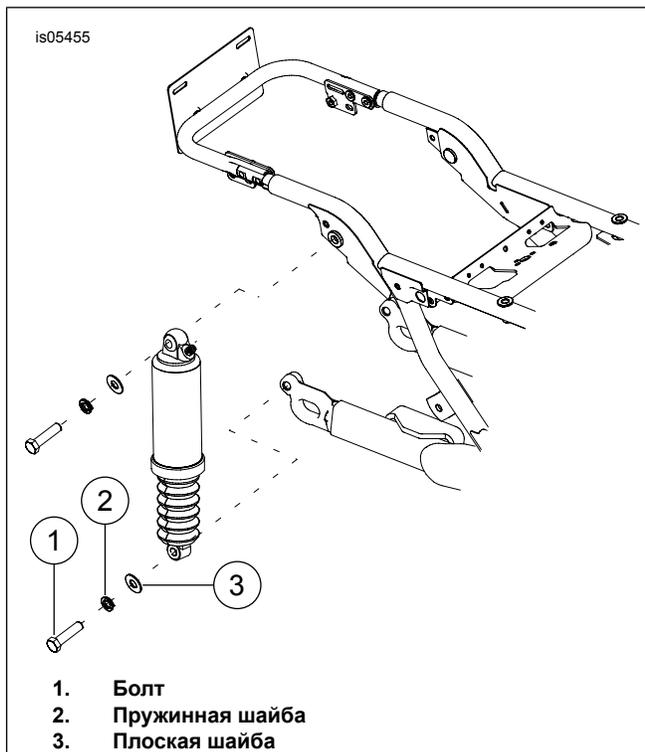

Рисунок 3. Снятие заднего амортизатора
8. См. Рисунок 3 . Снимите с амортизаторов нижние монтажные болты (1), пружинные (2) и плоские шайбы (3).